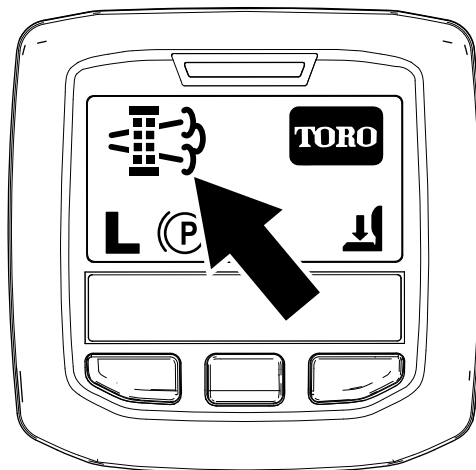

Figura 34
- Cuando el ordenador del motor solicita una regeneración con la máquina aparcada o una regeneración de recuperación, aparece el icono de solicitud de regeneración (Figura 34) en el InfoCenter.